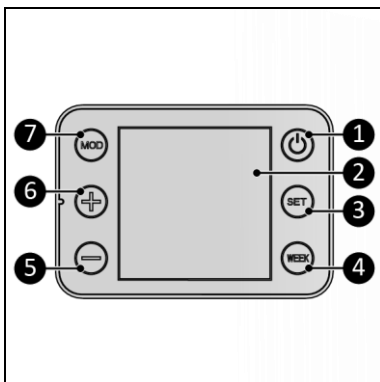

Figure 5
1. Appuyez sur la touche ON/OFF pour éteindre l'appareil (figure 5, pos. 1).
- Si la température ambiante diminue de 8°C ou plus en l'espace de 15 minutes, l'appareil passe en mode veille et le témoin Fenêtre ouverte clignote à l'écran. Le mode de détection fenêtre ouverte est uniquement disponible en mode ambiant (R).
7. Appuyez sur la touche MOD pour choisir la fonction souhaitée : ambiant (R) ou serviette (T).